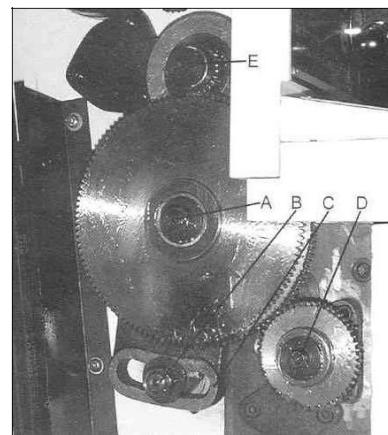

Fig 17
- Desserrer les vis (A, B Fig 17), et l'écrou (C) pour faire pivoter la lyre.